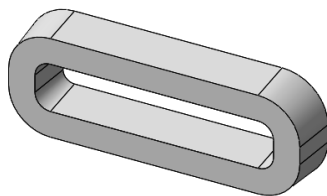

图 6-16 生成组合曲线
- [5] 单击【确定】按钮，生成组合曲线，如图 6-16 所示。